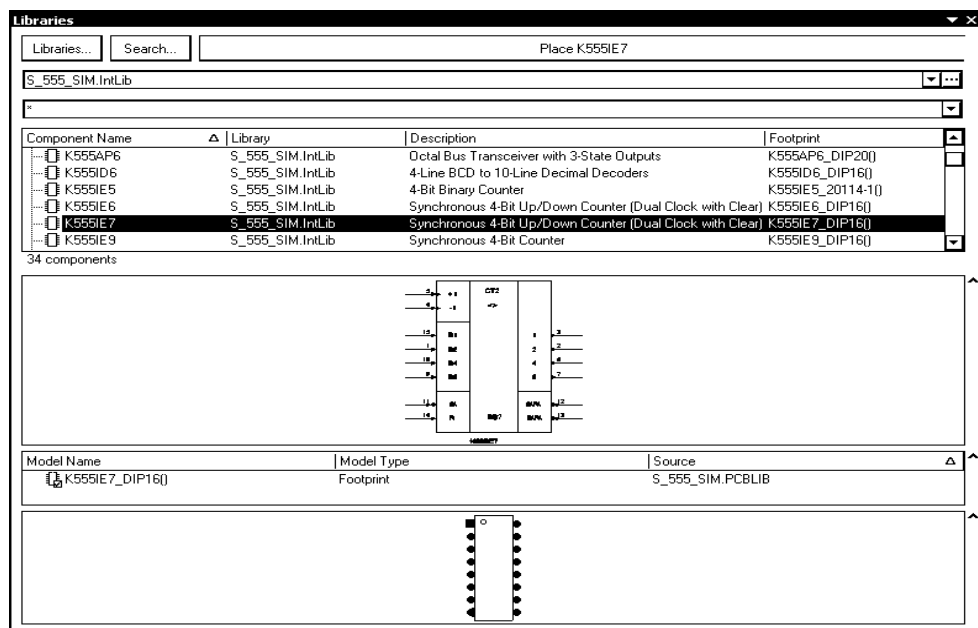
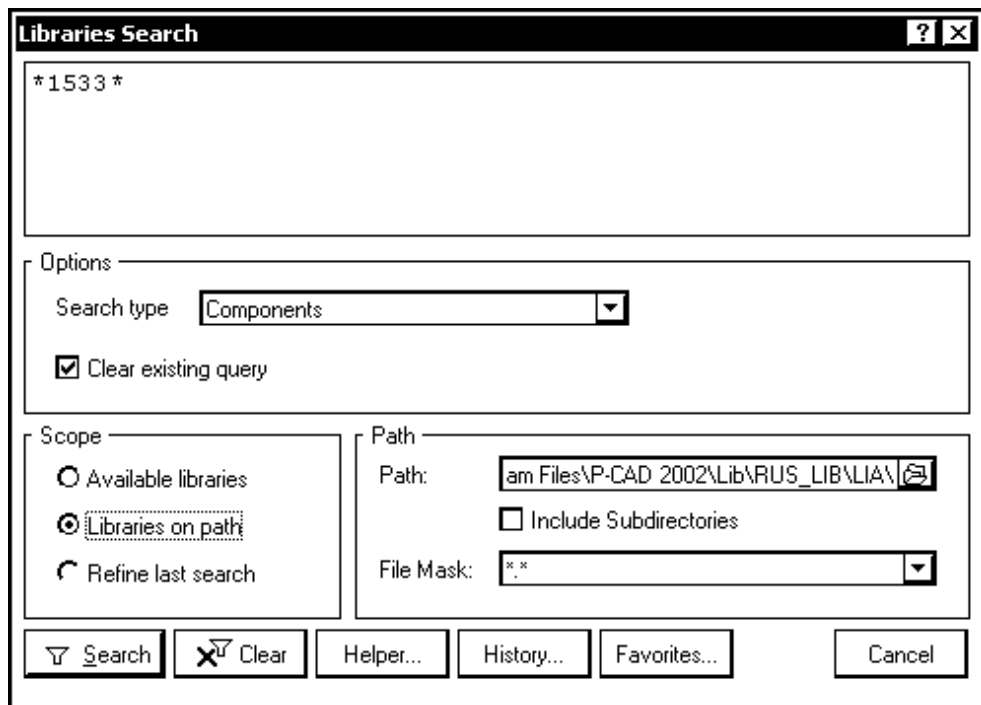

Рис. 2.24. Плавающая панель Libraries
Рис. 2.26. Окно поиска в библиотеках по заданным признакам
1. Активизировать вкладку **Libraries** на краю рабочего окна программы или вызвать цепочку команд главного меню: **View | Workspace Panels | System | Libraries**. Откроется плавающая панель **Libraries** (рис. 2.24).
1. Активизировать поиск кнопкой **Search** (Поиск) в панели **Libraries** (см. рис. 2.24). Откроется диалоговое окно **Libraries Search** (рис. 2.26).
Результаты поиска отображаются в плавающей панели **Libraries**, в списке **Query Results** (Результаты запроса), а значки найденных компонентов — в поле просмотра. Имя выбранного компонента появляется на кнопке **Place** в диалоговом окне (см. рис. 2.24). Щелчком на кнопке **Place** компонент, в зависимости от выполняемой стадии проектирования, выносится на поле графического листа схемы или печатной платы, где можно зафиксировать нужное число его копий.